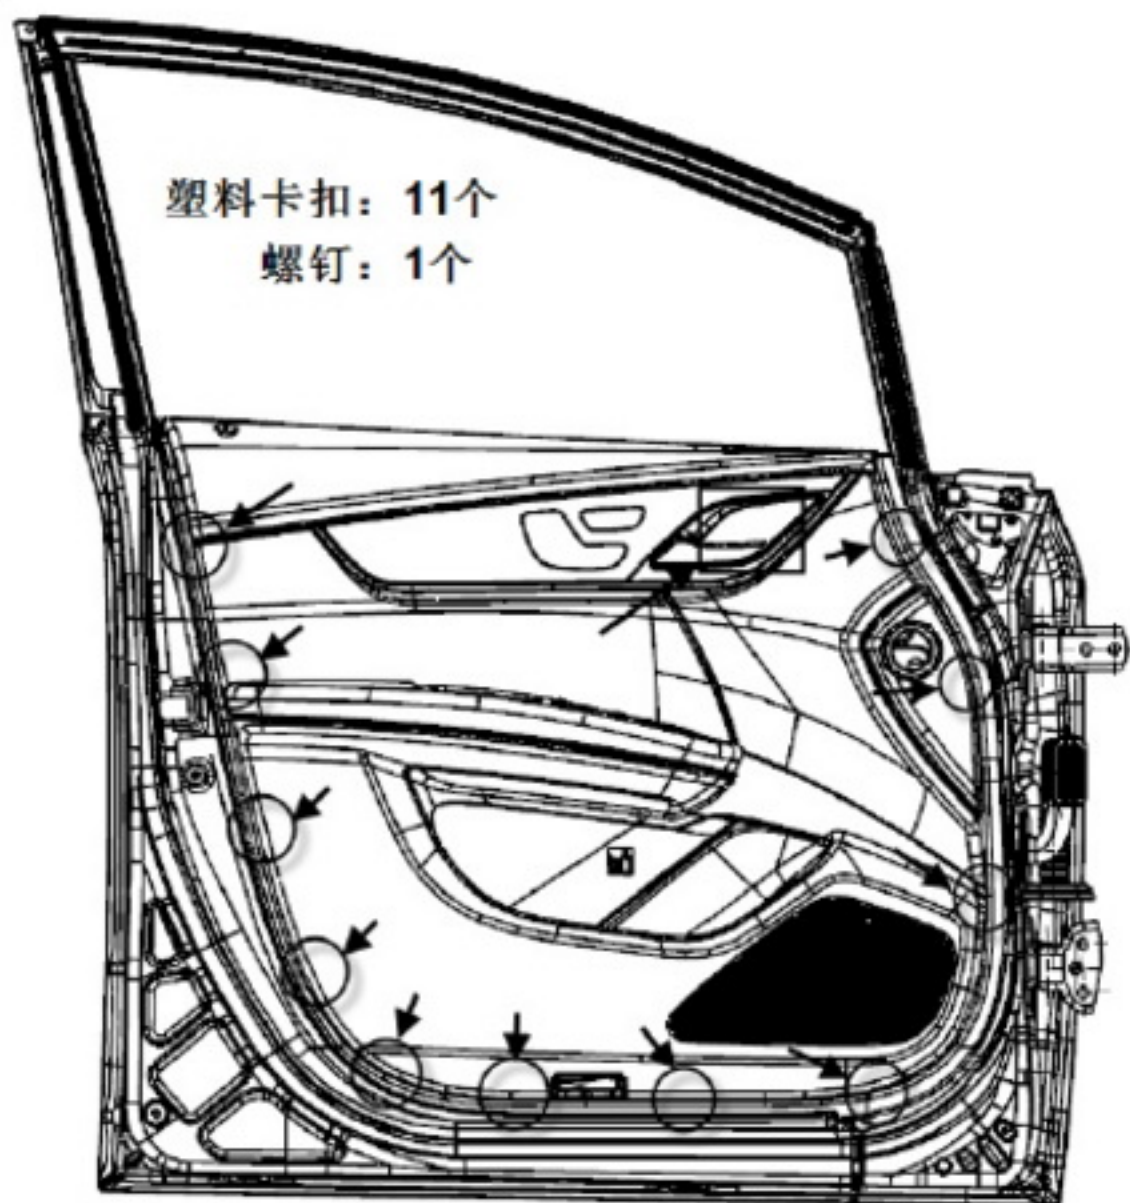

图1-44 前门板拆卸示意图
门护板总成通过螺钉和卡扣安装在车门钣金上，如图 1-44 所示，按 (1) - (6) 的顺序拆卸门板：